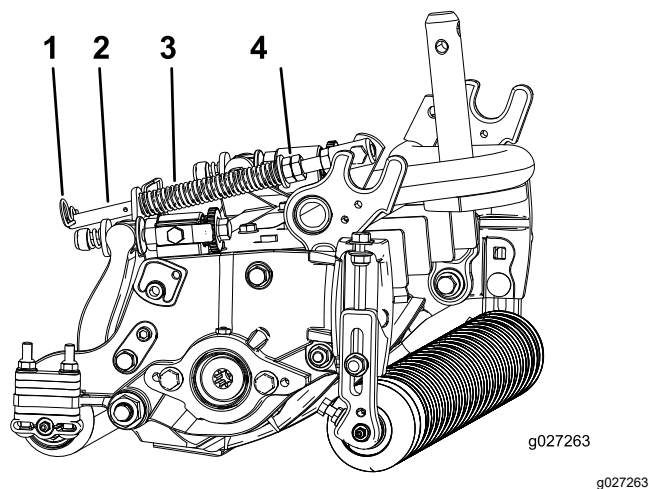

Рисунок 14
- Убедитесь, что игольчатый шплинт вставлен в заднее отверстие штока пружины (Рисунок 14).
- Затяните шестигранные гайки на переднем конце штока пружины так, чтобы длина сжатой пружины была равна 12,7 см; см. Рисунок 14.